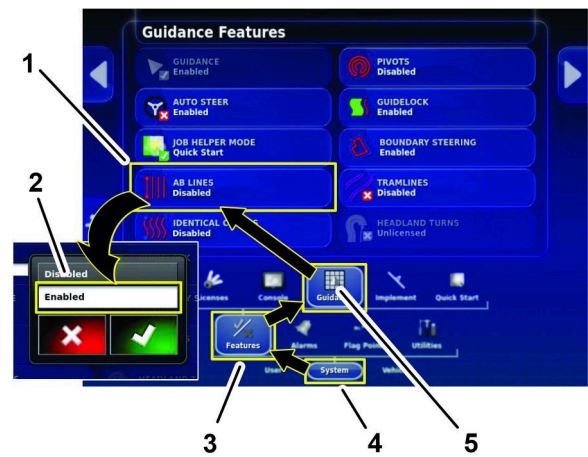

Figura 159
1. Pulse los iconos SYSTEM (Sistema), FEATURES (Características), y GUIDANCE (Guiado) (Figura 159).
2. Pulse el icono AB LINES (Líneas AB) (Figura 159).
3. En el cuadro de diálogo, pulse el icono ENABLE (Habilitar) y pulse el icono de confirmación (Figura 159).